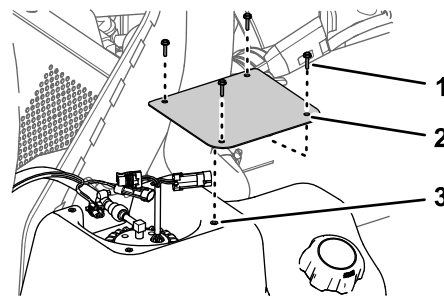

Figura 115
2. En el depósito de combustible, retire los 4 tornillos (N.º 10 x ¾") que sujetan la tapa a la parte superior del depósito de combustible, y retire la tapa (Figura 115).